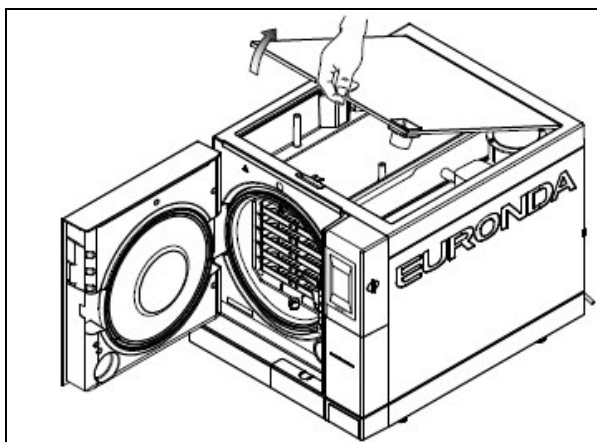
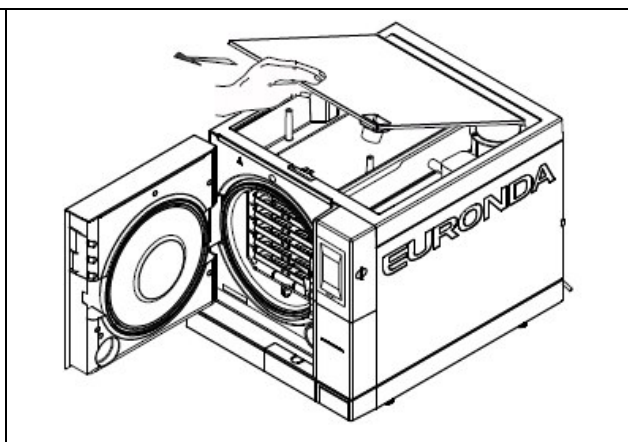

Fig. 9.2-5
Fig. 9.2-6
- soulever le couvercle à 45° (Fig. 9.2-5) et le tirer vers soi (Fig. 9.2-6).